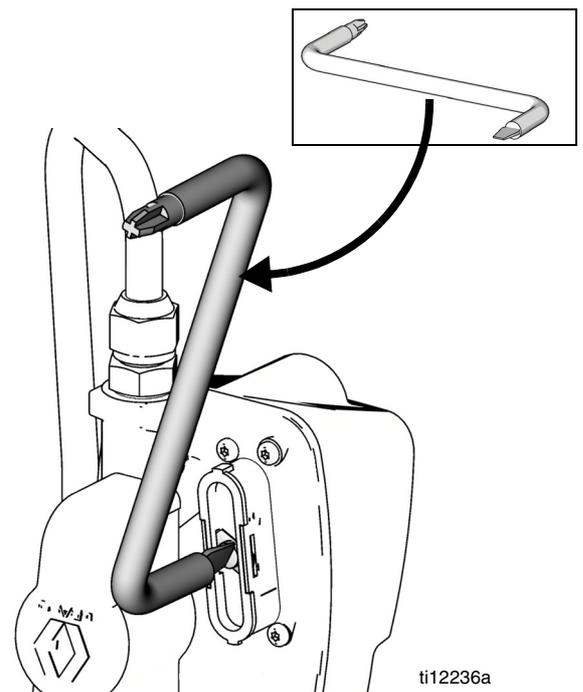

FIG. 21
1. Use un destornillador acodado (como se muestra en la FIG. 21) o una moneda delgada para girar el tornillo de la tapa hacia la derecha, aproximadamente un 1/4 de vuelta. De esta manera, el tornillo que asegura la tapa del compartimiento de la batería se aflojará lo suficiente como para quitar la tapa. (No es necesario sacar el tornillo por completo, simplemente aflójelo lo suficiente para liberar la tapa).